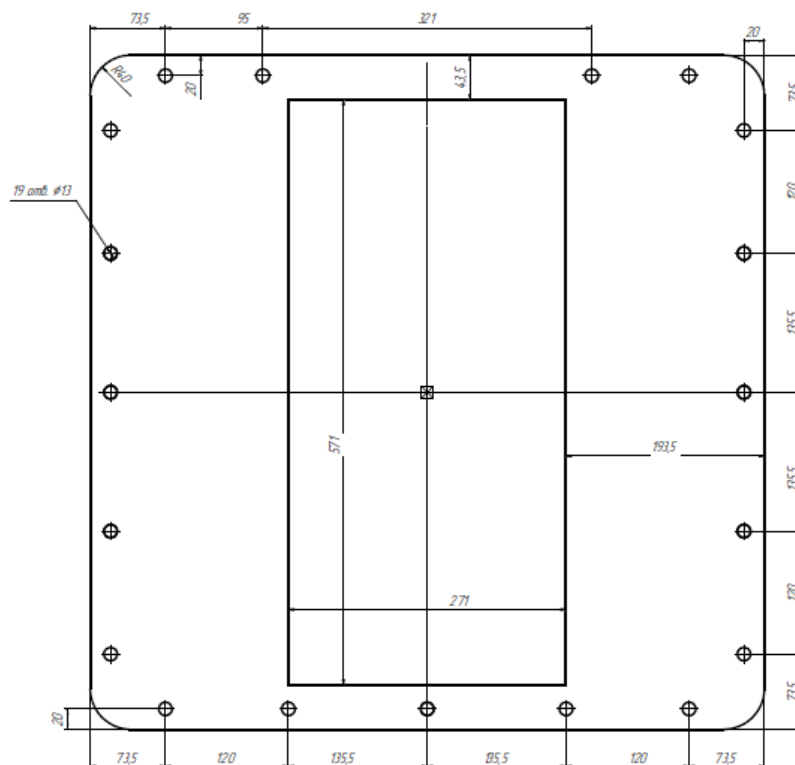

Рисунок 2.3 Нижний фланец модификации ВЕСТ-ПТПВ-Л100
2.2.2 К нижнему фланцу крепится отводной патрубок или гибкий рукав для отвода взвешенного продукта. Эскиз нижнего фланца приведен на Рис. 2.3.